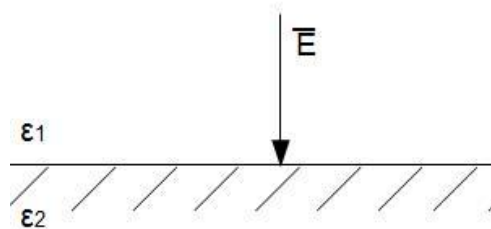

Рисунок 1 — Падение электрического поля на плоскую границу раздела двух сред
6. Имеется плоская граница раздела двух сред (рис.1). Величина падающего перпендикулярно электрического поля в первой среде E_1 , найти величину электрического поля во второй среде E_2 , если диэлектрическая проницаемость сред ϵ_1 и ϵ_2 соответственно?
8. Имеется плоская граница раздела двух сред (рис.1), где среда 1 – воздух, 2 – Полистирол ($\epsilon = 2,55$). Амплитуда падающего перпендикулярно электрического поля в первой среде $E_1=25$ В/м, найти величину электрического поля во второй среде?